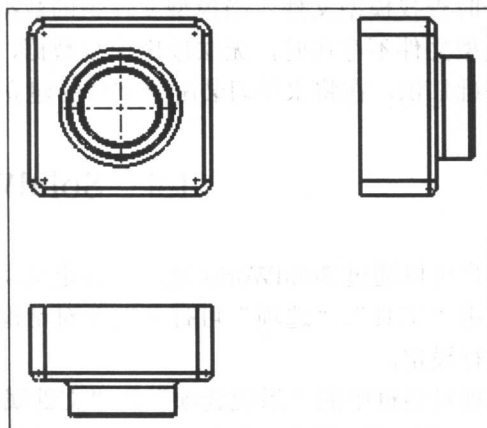

图 1-8 插入的标准三视图
(4) 点击管理器中的，图纸中出现标准三视图，如图 1-8。